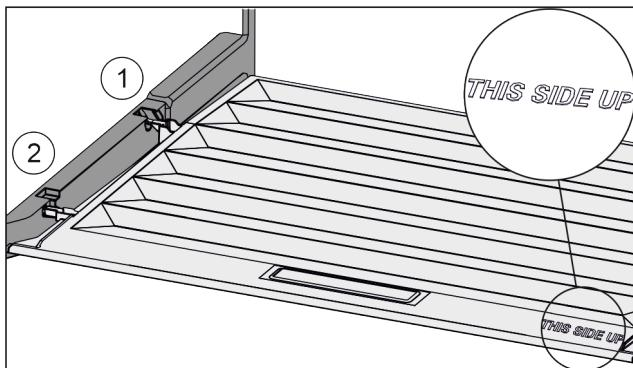

Fig. 82
- Prečke poklopca uvedite preko otvora stražnjeg držača Fig. 82 (1) i uglavite ih u držač Fig. 82 (2).